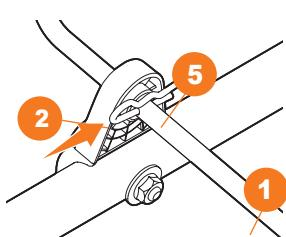

Рис. 8
- Закрепите вал ① шплинтом ⑤ под фиксатором ② (Рис. 8).